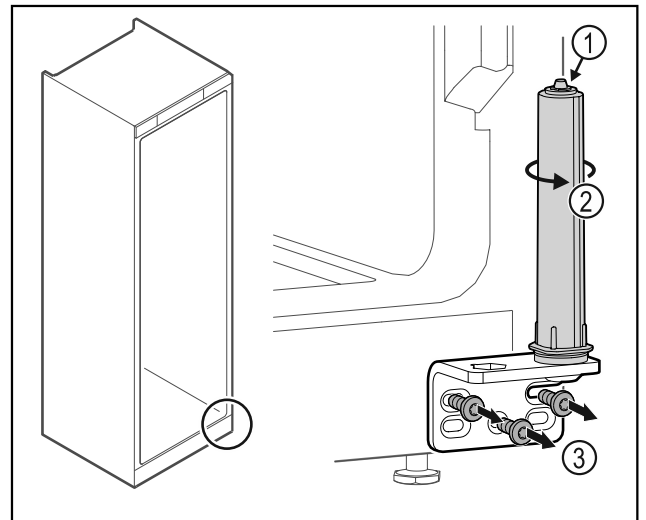

Fig. 38
- Μην αποσυναρμολογείτε το σύστημα κλεισίματος πόρτας Fig. 38 (1).
- Περιστρέψτε το σύστημα κλεισίματος Fig. 38 (2), μέχρι να κάνει κλικ.
- Ξεβιδώστε τη γωνία μεντεσέ Fig. 38 (3).